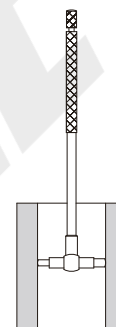
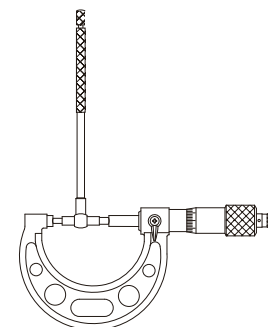

Abb.1
Abb.2
--- Wählen Sie die passende Größe der Teleskoplehre, drehen Sie die Klemme gegen den Uhrzeigersinn, drücken Sie die Sonde drücken, um das T-Stück zurückzuziehen, und die Klemme im Uhrzeigersinn drehen, dann die Teleskoplehre in das Loch oder den Schlitz in das zu messende Loch oder den Schlitz (Abb.1). Drehen Sie die Klemme gegen den Uhrzeigersinn. Wenn die Teleskopsonde die Innenwand der Bohrung oder des Schlitzes berührt, drehen Sie die Klemme im Uhrzeigersinn und nehmen Sie die Teleskoplehre heraus. Messen Sie mit einem Messschieber oder einer Bügelmessschraube das Maß zwischen den Messflächen der beiden Teleskopsonden (Abb.2). Der Messwert ist der Innendurchmesser des Lochs oder die Breite der Nut.